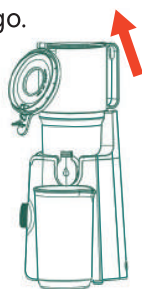
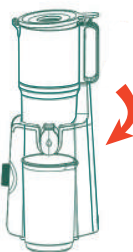

Fig. 5
Fig. 6
4. Primero abra la tapa (Fig. 5) y luego gire la taza para jugo en el sentido de las agujas del reloj para bloquearla en su lugar (Fig. 6).